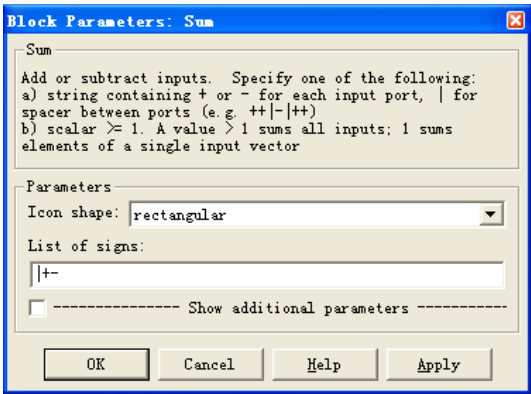

图 7.26 Sum 参数设置
- (1) 在“Sources”模块库选择“Step”模块，在“Continuous”模块库选择“Transfer Fcn”模块，在“Math Operations”模块库选择“Sum”模块，在“Sinks”模块库选择“Scope”。
- (2) 连接各模块，从信号线引出分支点，构成闭环系统。
- (3) 设置模块参数，打开“Sum”模块参数设置对话框，如图 7.26 所示。将“Icon shape”设置为“rectangular”，将“List of signs”设置为“|+-”，其中“|”表示上面的入口为空。